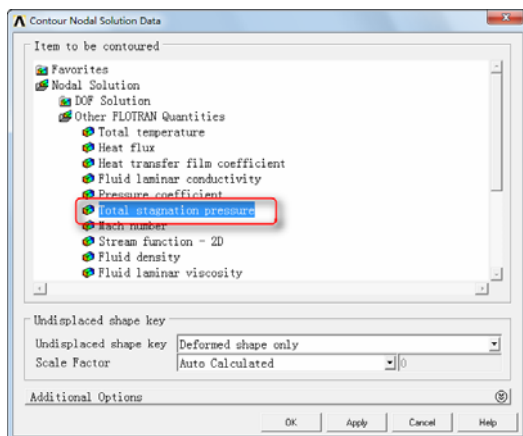

图 5-101 “Contour Nodal Solution Data”对话框
③ 绘制流场的总压力（静压和动压）分布图：依次选择 Main Menu→General PostProc→Plot Results→Contour Plot→Nodal Solution，会弹出“Contour Nodal Solution Data”对话框，如图 5-101 所示。在对话框中选择“Other FLOTRAN Quantities→Total stagnation pressure”，单击“OK”按钮，会得到流场的总压力（静压和动压）分布图，如图 5-102 所示。